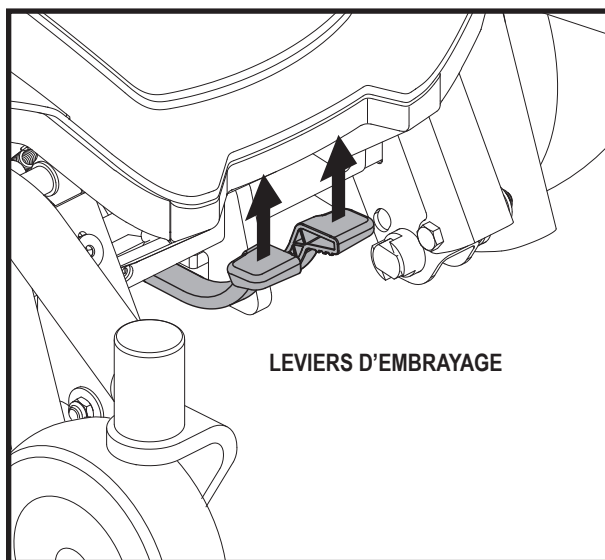

Figure 4. Mode de traction (embrayé)
2. Tirez les deux leviers vers le haut pour embrayer les moteurs. **Voir la figure 4.**